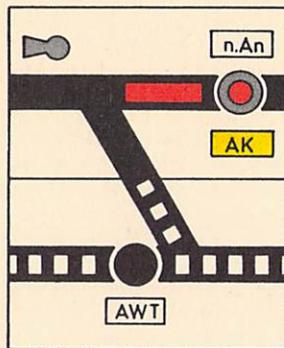

Bild 58
- (3) Muß die Bedienungsfahrt das falsche Gleis befahren und ist am Anfang des Blockabschnittes, in dem die Ausweichanschlußstelle liegt, ein selbsttätiges Blocksignal vorhanden, ist dieses zuvor zu sperren und die Anschlußkennung mit der Bahnhofstaste und der Zugstraßentaste der Ausweichanschlußstelle anzuschalten; der Anschlußkennungsmelder blinkt gelb.
- (4) Wird der Blockabschnitt, in dem eine oder mehrere Ausweichanschlußstellen liegen, durch die Bedienungsfahrt besetzt, leuchten alle Schlüsselüberwachungsmelder rot und alle Anschlußkennungsmelder gelb (vgl. Bild 58).